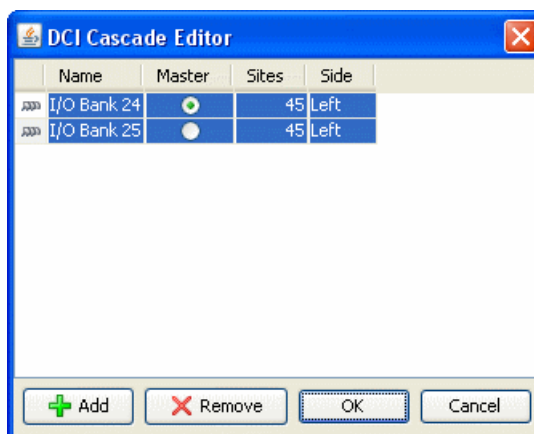

図 8-15 : DCI カスケード制約の作成
2. 右クリックし、[Create a DCI Cascade] をクリックします。図 8-15 に示す [DCI Cascade Editor] ダイアログ ボックスが表示されます。